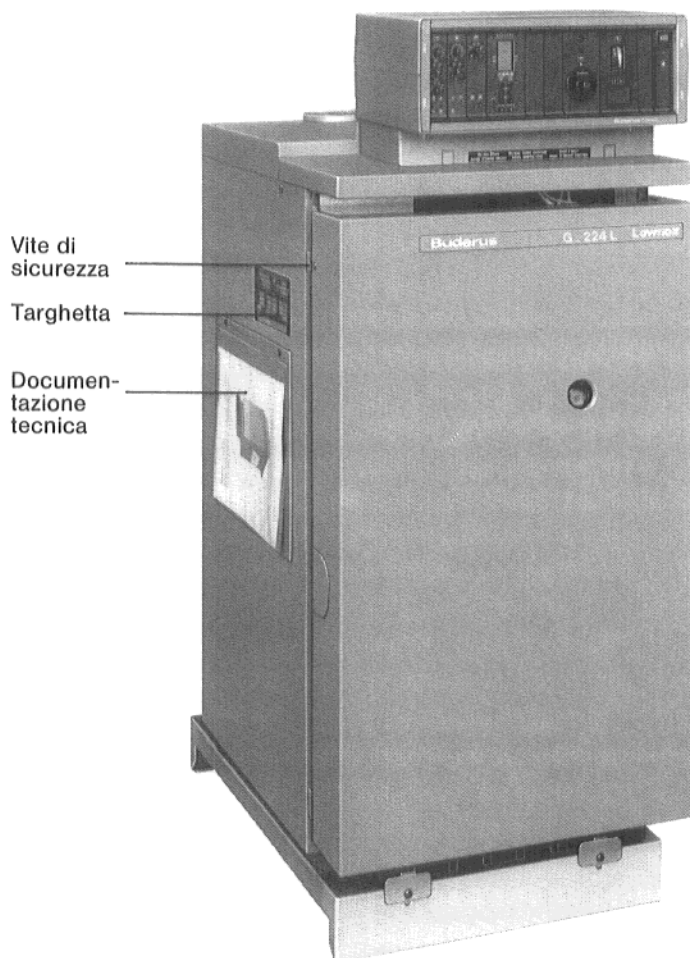

Fig. 13: G_224 L Lownox; montato
- Avvitare le viti di sicurezza laterali, sopra a destra ed a sinistra (Fig. 13).
- La targhetta e la busta trasparente con la documentazione tecnica, possono essere spostate dal fianco sinistro a quello destro, per essere meglio visibili (Fig. 13).